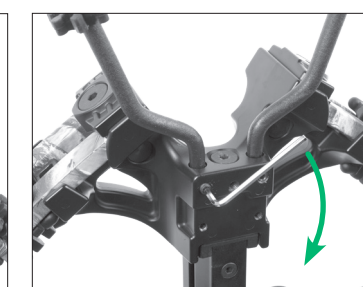

FIGURA 6
- 8b** Apriete los 2 tornillos de fijación del estribo preinsertados usando la llave hexagonal pequeña, como se ve en la Figura 6.